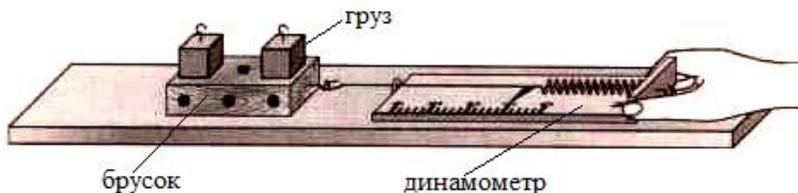

Рис. 1
1. Установить на деревянный брусок один груз массой $m_{\text{груза}}$ (см. рис. 1)